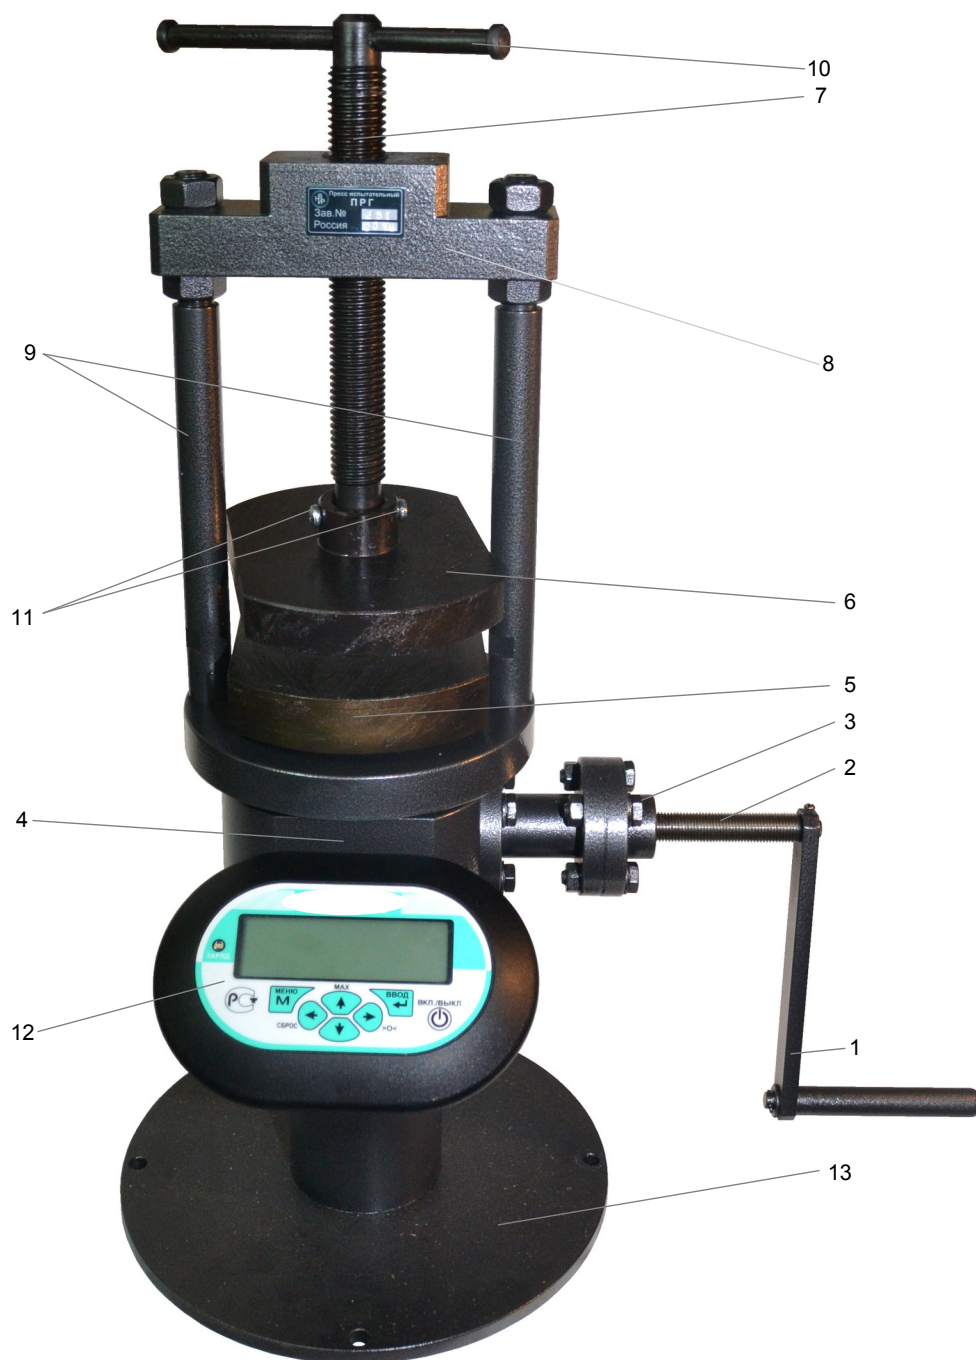

Рис. 1.
Высота рабочего пространства и ход регулировочного винта 7 (рис. 1) определяются высотой колонн 9, изготавливаемых под заказ, и лежат в диапазоне для рабочего пространства от 50 мм до 290 мм, для регулировочного винта от 50 мм до 290 мм (стандартное исполнение 120 мм и 290 мм для рабочего пространства и 130 мм и 220 мм для регулировочного винта).
Рукоятка 1 (рис. 1) устанавливается на рабочий винт 2 соответствующим прямоугольным отверстием.
6.4. Убедиться, что рабочая плита 5 находится в крайнем нижнем положении (между верхней плоскостью рабочей плиты 5 и верхней плоскостью корпуса 4 (рис. 1) должно быть  $30 \pm 1$  мм).